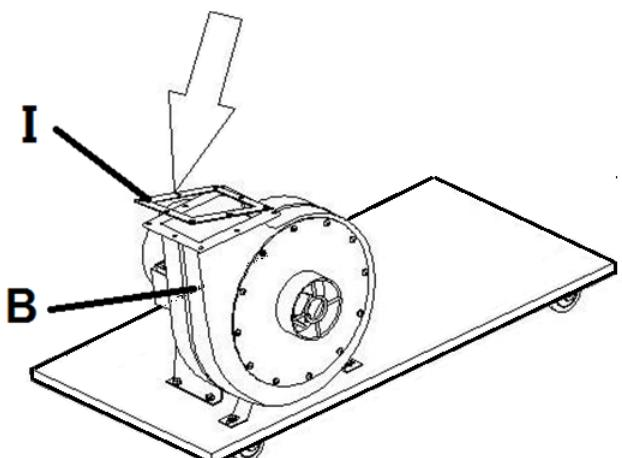
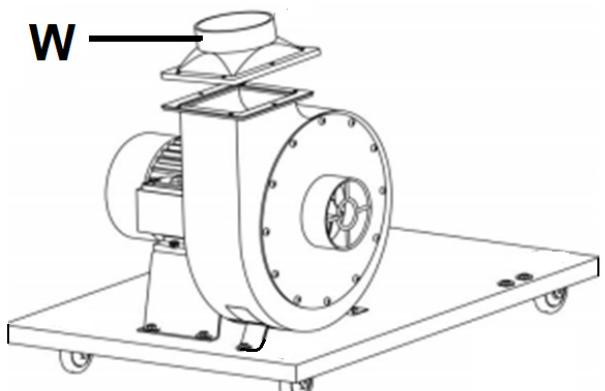

Fig 5
Fig 6
Installez le joint (I, Fig 5) et montez le connecteur de sortie (W, Fig 6) sur le corps du collecteur (B) avec les vis et les rondelles fournies (Fig 5 et Fig 6).